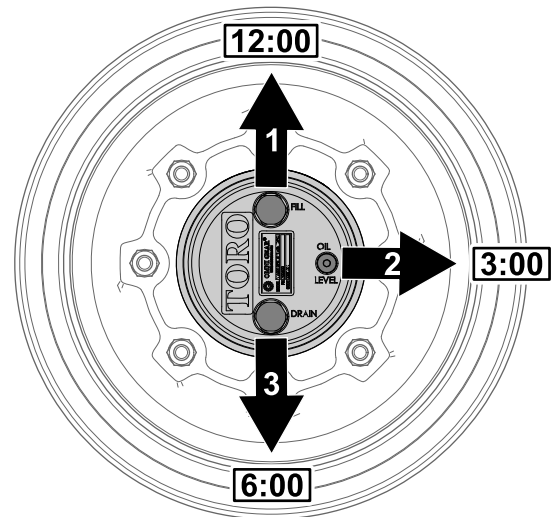

Figure 65
1. Garez la machine sur une surface plane et horizontale et positionnez la roue de sorte que le bouchon de remplissage se trouve à la position 12 heures, le bouchon de contrôle à la position 3 heures, et le bouchon de vidange à la position 6 heures (Figure 65).
2. Retirez le bouchon de contrôle à la position 3 heures (Figure 65).
1. Garez la machine sur une surface plane et horizontale et positionnez la roue de sorte que le bouchon de remplissage se trouve à la position 12 heures, le bouchon de contrôle à la position 3 heures, et le bouchon de vidange à la position 6 heures; voir la Figure 65 à la section Contrôle du niveau de lubrifiant du train planétaire (page 64).